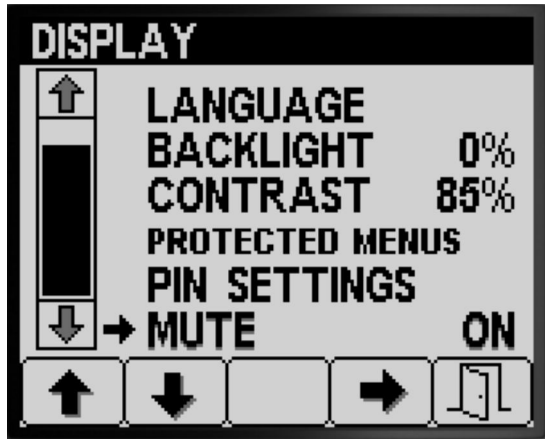

图 30
1. 按 1 号或 2 号按钮可导航至 MUTE 静音选项 图 30。